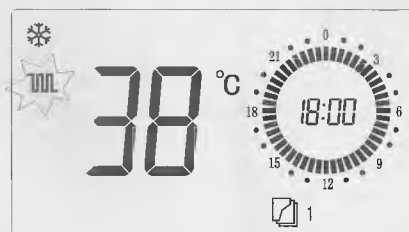

Рис.1 Пример для пуска отопительного состояния зимой
- (4) Нажать кнопку "☀/☀", на экране индицирован код "☀", это обозначается, что настенный камин находится в модуле зимы; в то время отопительный код "☀" мелькает, это обозначается отопительная функция движется, см.правый рисунок 1, цифры в середине индицируют нынешние температуры отопительной выходной воды настенного камина (38°C); правое расписание частично индицирует нынешнее время и